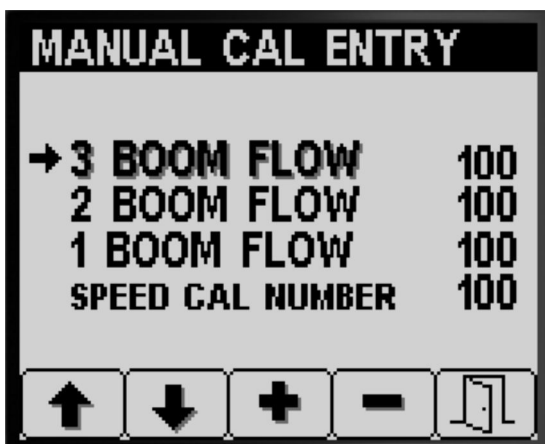

Figure 73
7. Appuyez sur le bouton 5 pour enregistrer vos réglages, quitter l'écran VITESSE D'ESSAI et retourner à l'écran ÉTALONNAGE (Figure 73).
1. Appuyez sur le bouton 1 ou 2 du sous-menu ÉTALONNAGE pour naviguer jusqu'à l'option ENTRÉE ÉTAL. MANUELLE (Figure 73).
2. Appuyez sur le bouton 4 pour sélectionner l'option d'étalonnage Vitesse (Figure 73).